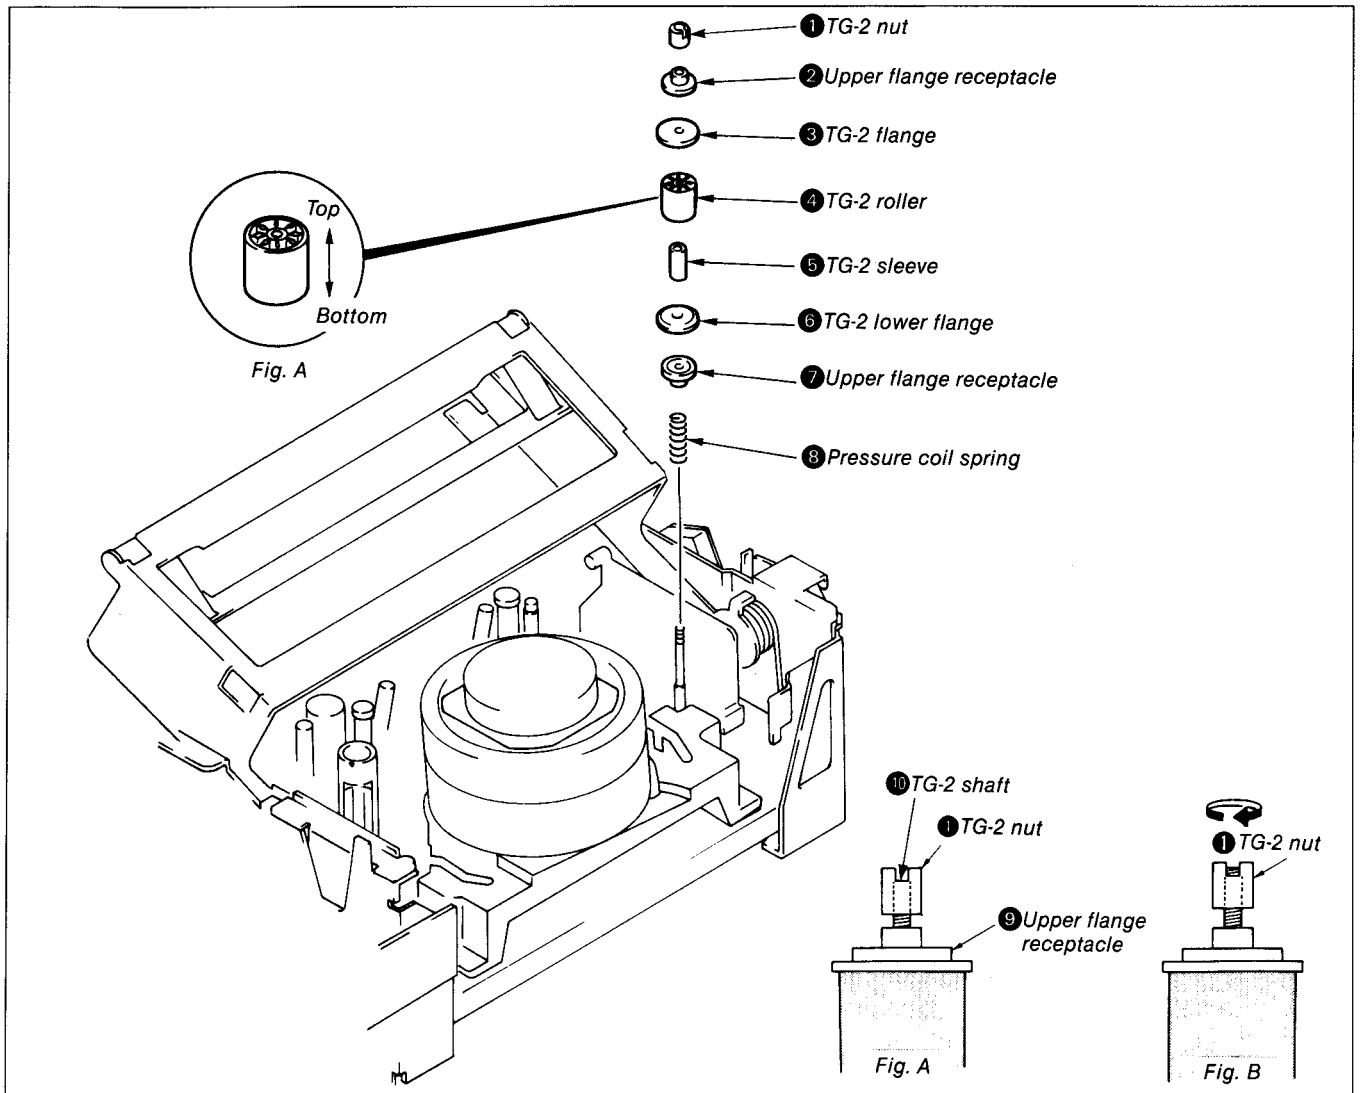

Fig. 8-36.
**8-3-23. TG-2 (See Fig. 8-36)**